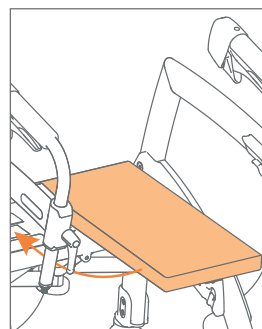

Abbildung 9: Ziehen Sie das Sitzkissen heraus und bringen Sie es wieder an.
- c. Ziehen Sie das Sitzpolster heraus, drehen Sie es und bringen Sie es wieder an (**Abbildung 9**).